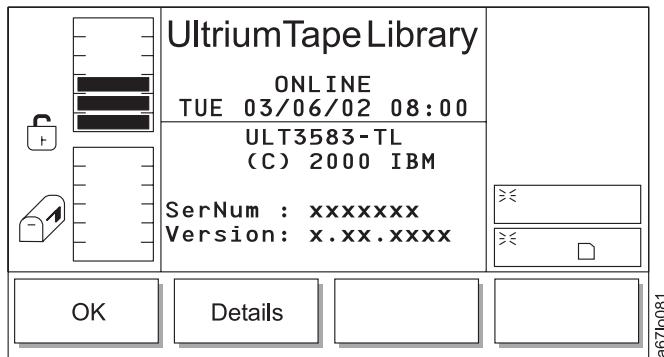

Abbildung 197. Informationsmenü
Das Informationsmenü zeigt die Seriennummer des Kassettenarchivs, den installierten Firmware-Stand und den Anwendungs- und Boot-Code für den Greifarm, die Laufwerkschlitten, die Hauptplatine und die Anzeige an. Wählen Sie **About** in der Alternativanzeige des Hauptmenüs aus, indem Sie den Knopf unter dem Programmfunctionssymbol **About** drücken (siehe Abb. 77 auf Seite 101). Das Informationsmenü erscheint (siehe Abb. 197).
Tabelle 146. Übersetzung von Abb. 197, Informationsmenü
- Wird **Details** ausgewählt, erscheint wieder das Informationsmenü (siehe Abb. 197 auf Seite 210).